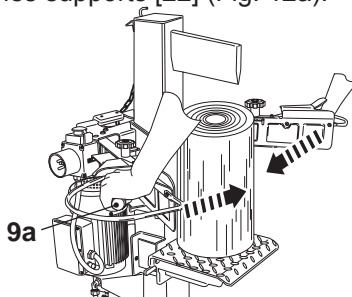

Fig. 12a
- > Pressez les poignées [9a] l'une contre l'autre afin de bien coincer la bûche entre les supports [22] (Fig. 12a).